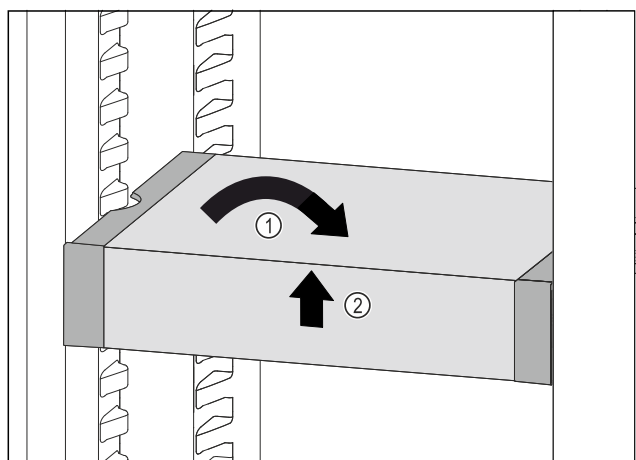

Fig. 168
- Remettre le VarioSafe droit. Fig. 168 (1)
- Soulever la partie avant du VarioSafe. Fig. 168 (2)